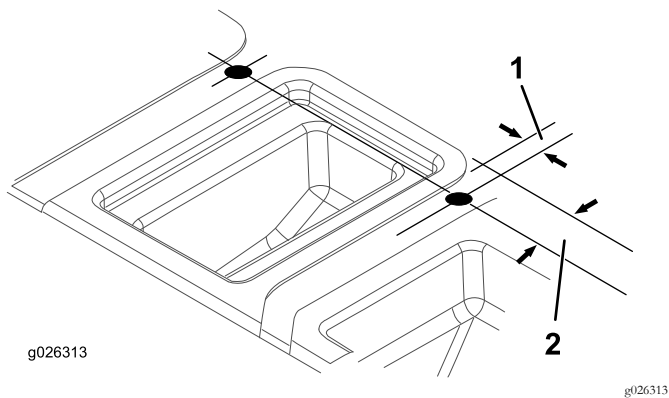

图10
7. 按照图10所示的尺寸在座椅护罩顶部定位、标记并钻出 2 个孔。